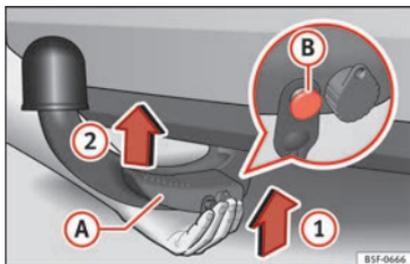

Fig. 236 Placer la boule amovible/broche de déverrouillage à l'état déplié
- Tenez la boule amovible **par en bas** »» fig. 236 et encastrez-la dans le logement du crochet en suivant le sens de la flèche **①** jusqu'à entendre un clic »» ⚠.